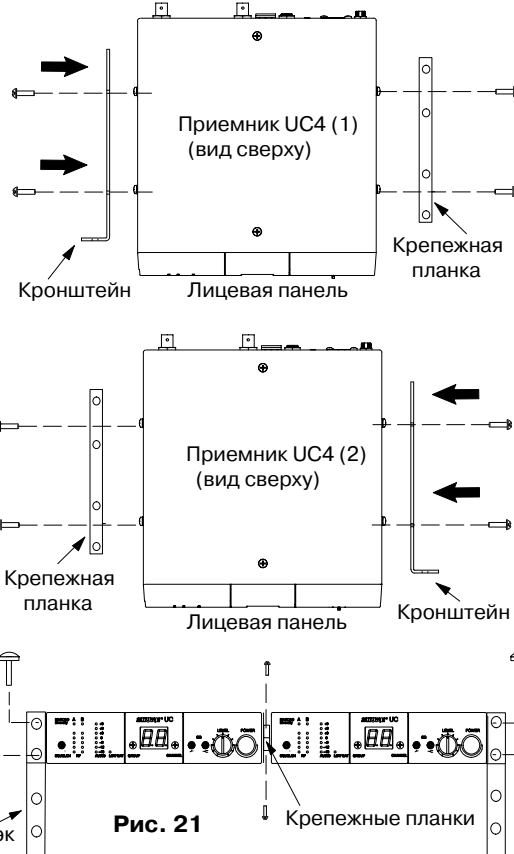

Рис. 21
1. Удалите винты с внешних сторон каждого из приемников. Закрепите ими кронштейны установки в рэк. (Рис. 21)